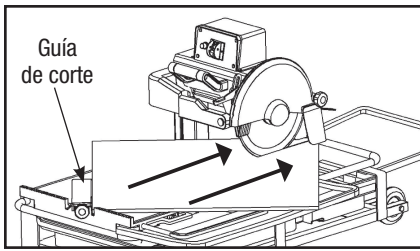

FIGURA 19
PASO 4: Haga un corte diagonal, empujando la mesa de corte hacia la cabeza de corte (ver FIGURA 19).